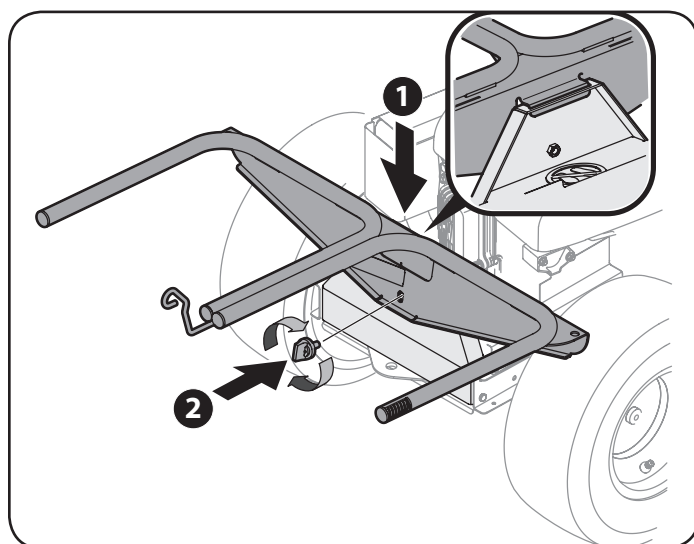

Figure 5
3. Installez l'ensemble de montage du sac à herbe sur le support de fixation de l'ensacheuse en l'abaissant (1) et en l'insérant dans la fente fournie dans le support de fixation. Consultez l'encart de la Figure 5.
4. Fixez l'ensemble de montage du sac sur le support de montage de l'ensacheuse à l'aide du support de fixation (720-04061) fourni avec la trousse de matériel (683-05147). Consultez le numéro 2 de la Figure 5.